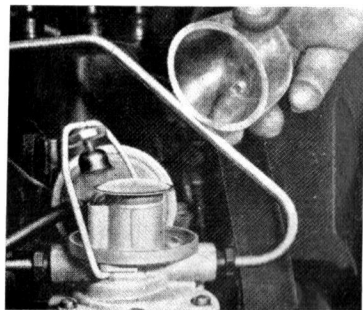

Fig. 24
6. Pulizia del filtro della pompa di alimentazione. Dopo aver svitato il dado di fissaggio e spostato l'anello di fermo, rimuovere il coperchio superiore (fig. 24).
In aggiunta a questo dovrà essere sostituita anche la cartuccia del filtro esterno (fig. 24). A tale scopo svitare il bullone in basso e rimuovere il bicchiere del filtro assieme alla cartuccia tenendolo in posizione